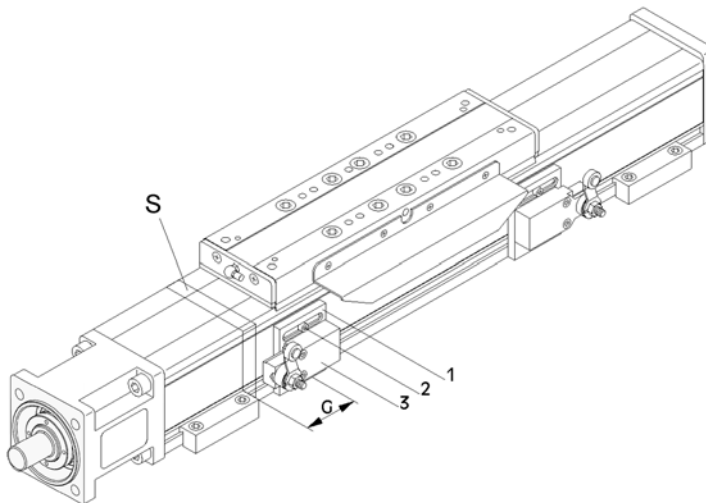

Bild 7: Endschalter
1. **Bild 7:** Klemmschrauben (2) der Befestigungsplatte (1) lösen.
2. Verschieben der Befestigungsplatte mit dem Endschalter (3) in die gewünschte Position.